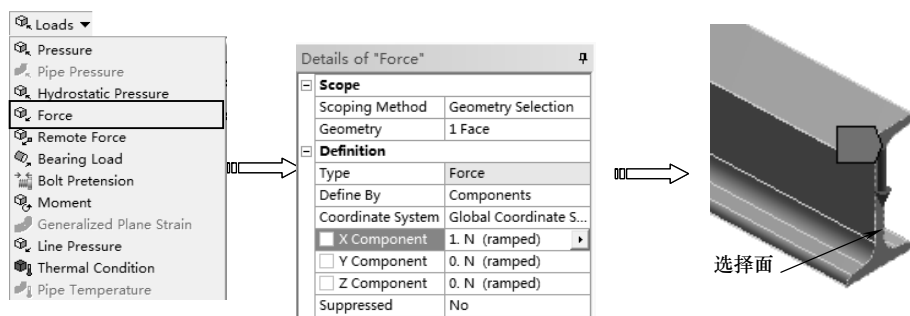

图 9-34 施加力
3) 单击【Environment】工具栏上的【Load】|【Force】命令，单击【图形】工具栏上的选择模式下的【Single Select (单选)】按钮 ，然后再单击【Face (选择面)】按钮 ，在【Details of “Force”】列表中单击【Scope】选项下的【Scoping Method】项，选择如图 9-34 所示表面。单击【Geometry】项中的【Apply】按钮，在【X Component】文本框中输入 1，如图 9-34 所示。